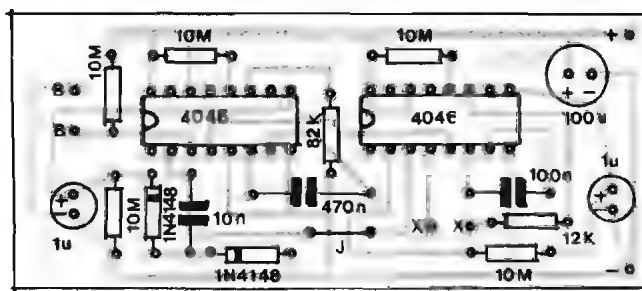

Fig. 3
- FIG. 3 - "CHAPEADO" DA MONTAGEM - Como sempre ocorre na distribuição dos componentes sobre as placas das montagens mostradas em APE, procuramos não "congestionar" muito o conjunto, de forma a não "assustar" os iniciantes, Leitores/Hobbystas que estejam principian-do suas "aventuras" no fantástico mundo da Eletrônica Prática (depois de algum tempo, todo mundo fica "cobra" no assunto, mas - no começo - alguns "tremem" um pouco...). Uma fórmula infalível é sempre seguir uma **ordem** lógica na colocação e soldagem dos componentes, **primeiro** os componentes ativos (Integrados), depois as peças que ficam mais "baixas" sobre a placa (resistores, diodos, no caso do BAMUS...) e - finalmente - os componentes que mais "sobressaem" (em